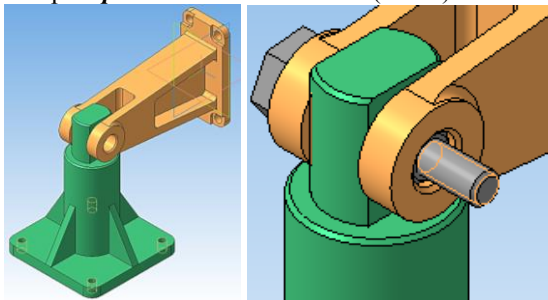

Рис.1 – Результат спряження оригінальних деталей зборки
5. Додати з файлу деталь **Вісь** і виконати аналогічно спряження, вставивши її у отвори **Кронштейна** і **Підвіски** (Рис.1).